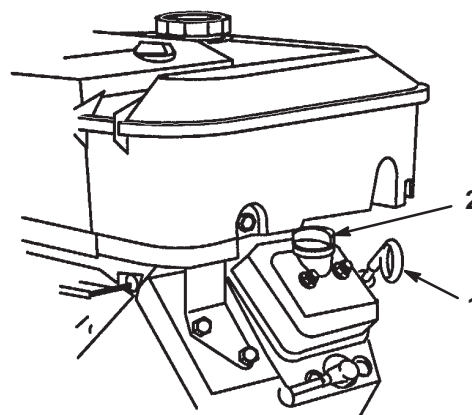

Figure 11
2. Retirez la jauge et essuyez-la sur un chiffon propre (Fig. 11). Remettez la jauge dans le tube en vérifiant qu'elle est enfoncée au maximum. Sortez de nouveau la jauge et vérifiez le niveau d'huile.
3. Si le niveau d'huile est bas, retirez le bouchon de remplissage du couvre-culasse (Fig. 11) et ajoutez la quantité d'huile nécessaire pour amener le niveau au repère maximum sur la jauge. Reportez-vous à la section Changement de l'huile moteur et du filtre, page 28, pour connaître le type d'huile et la viscosité qui conviennent. Versez l'huile lentement et vérifiez souvent le niveau durant la procédure. **Ne remplissez pas excessivement.**